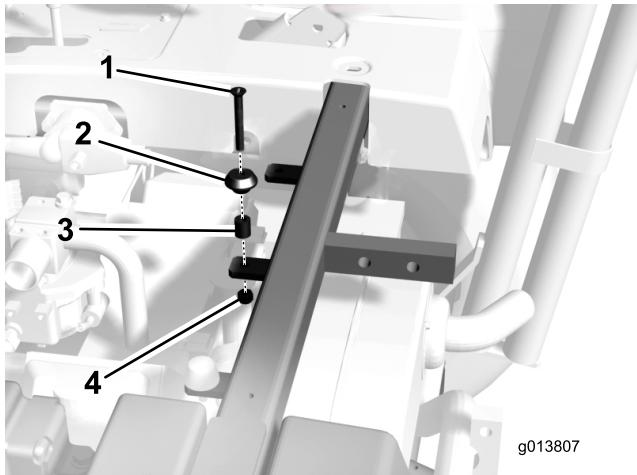

図6
9. 座席保持ポストをフレームのタブに固定しているねじ、スペーサ、ナットを取り外す(図6)。